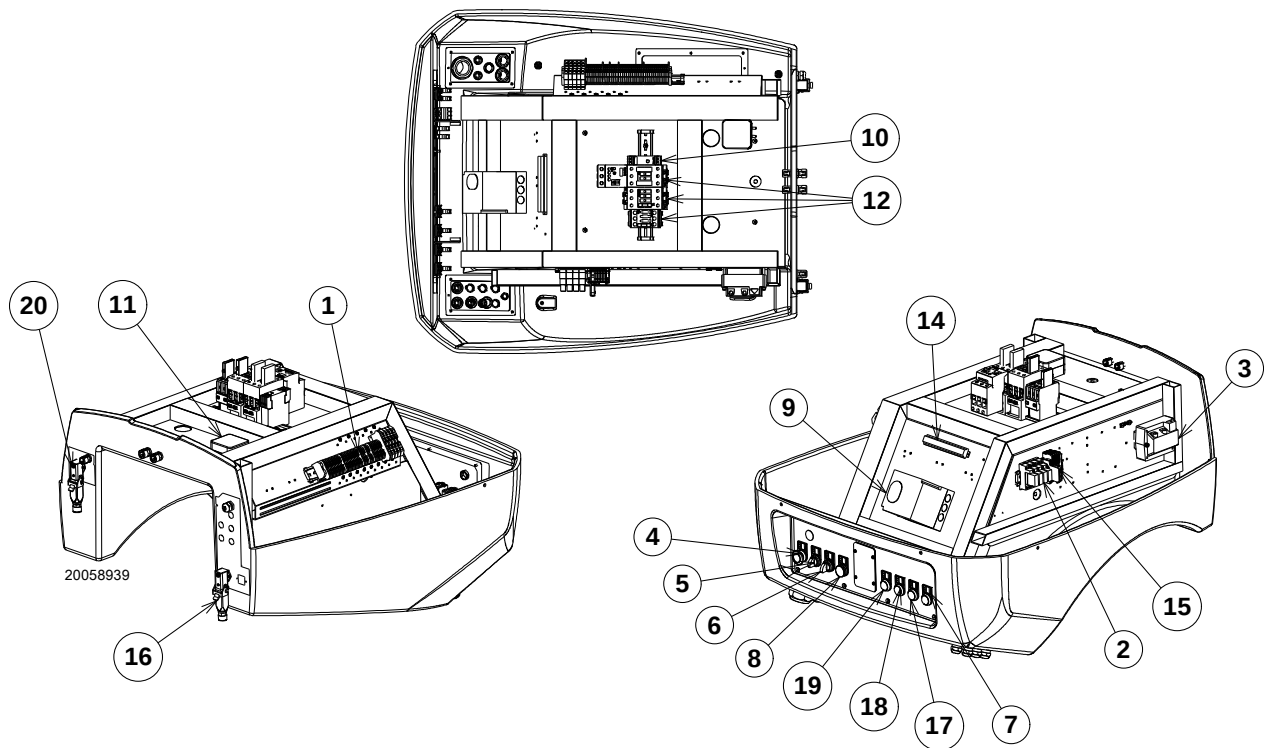

图 5
- **控制盒锁定：**如果控制盒按钮(红色led灯) 9)(图 5)以及按钮8)指示灯亮起，表示燃烧器锁定。